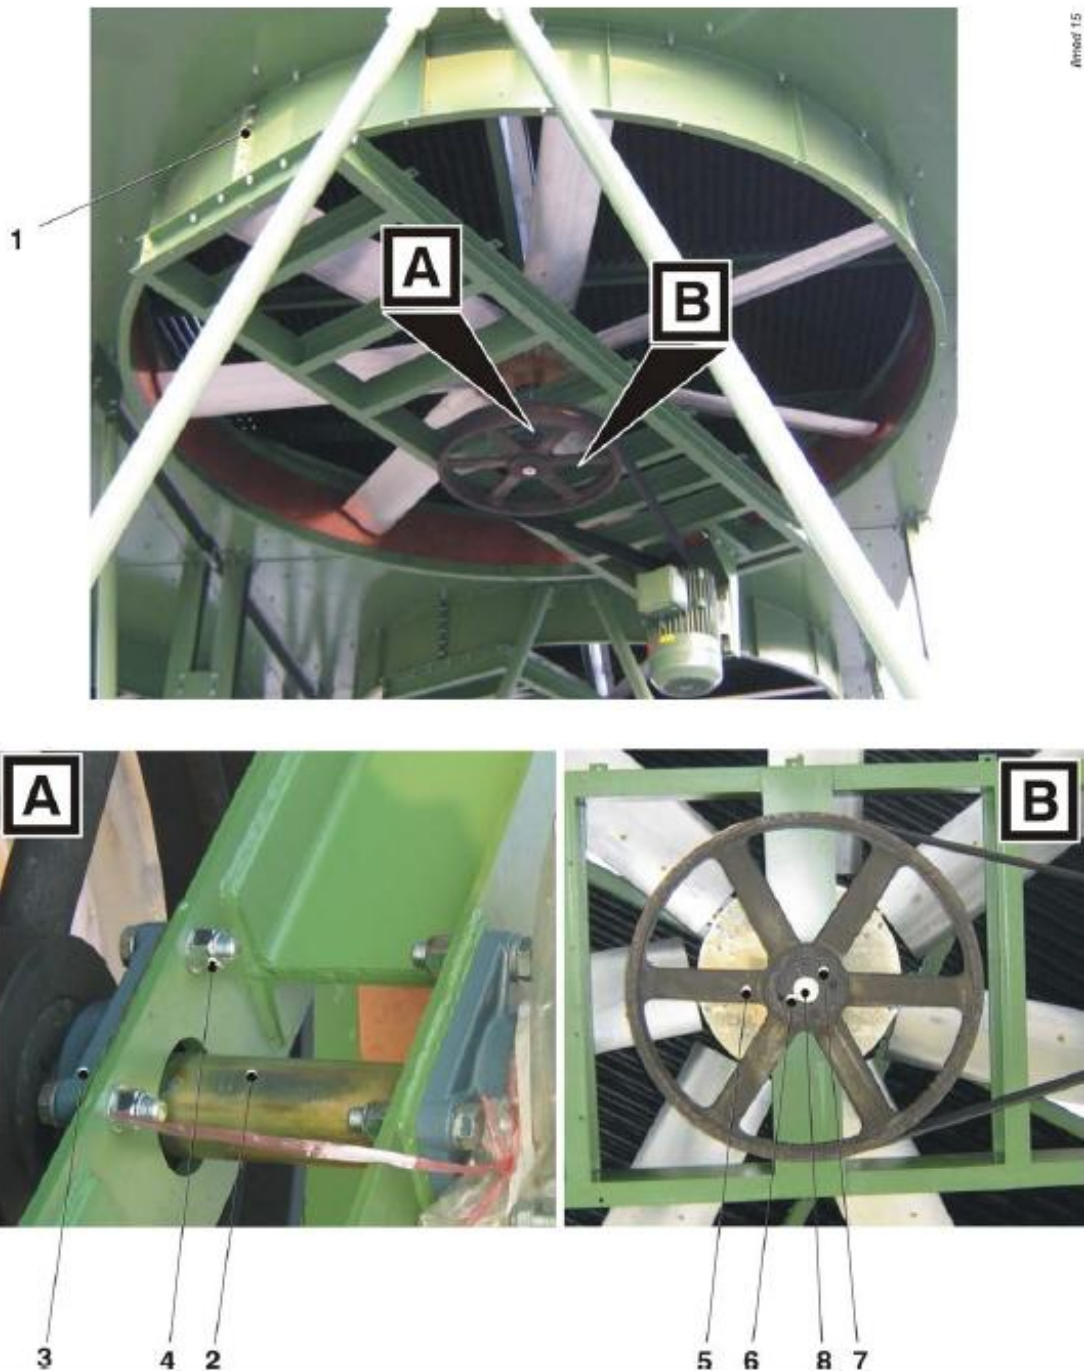

Figura 2-5: Instalación de polea conducida del ventilador serie TFF-01.
1. Ensamble las dos semi-carcasas usando los pernos laterales (1, Figura 2-5).